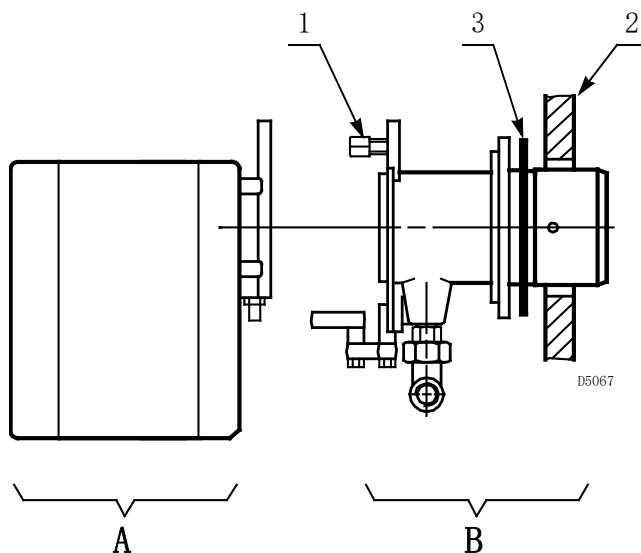

图 10
- 取下螺母 1)，并取下 A) 组（图 10），将燃烧头总成与燃烧器机身分开。
- 将 B)（图 10）组固定到锅炉板上，2) 插入绝缘垫片 3)。